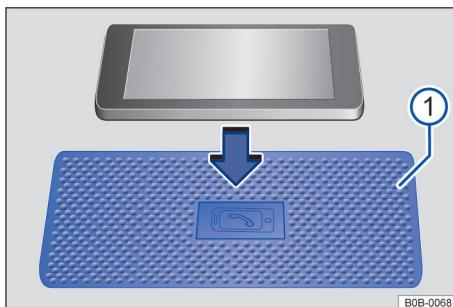

图 107 示意图：无线充电装置上的防滑垫。
取决于车型装备，无线充电装置位于中控台上部储物盒区域内 → 图 107 ①。
带有 Qi 功能的移动设备可实现 Qi 标准的无线充电。防滑垫 → 图 107 ① 上的“电话符号”表示无线充电装置的中间位置。